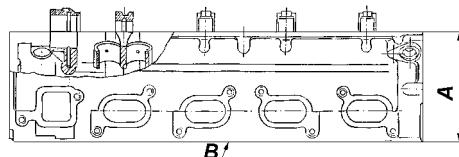

Рис. 4.43. Проверка неплоскости головки цилиндров
-неплоскость поверхности "В" (рис. 4.43) с блоком цилиндров. Допустимый зазор 0,15 мм. Зазор измеряется на контрольной плите с помощью шупа. При устраниении неплоскости размер "А" должен быть не менее 142,7 мм.